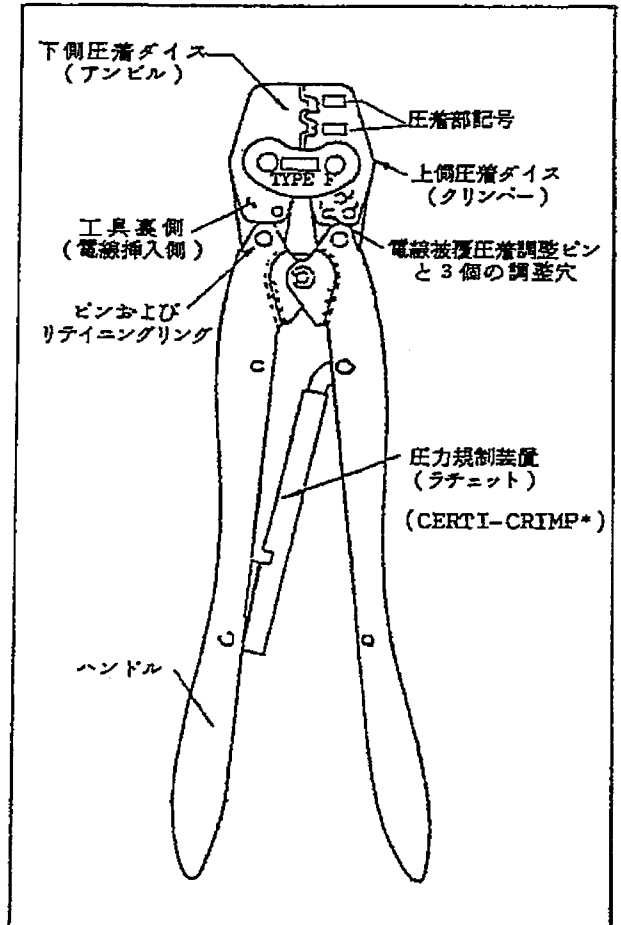

Fig. 1
- (a) この工具 (Fig.1参照) は、Fig.2に示す各種端子を熱線に圧着するのに使用されます。
- (b) 電線の被覆むきはFig.1により、正しく行って下さい。その長さが不足したり、導線自身を切ったりすると、圧着性能が不安定になりますのでご注意ください。
- (c) 工具には、Fig.1に示す様に圧着部が2箇所あり、22-20、18等の記号で示されておりますが、これは使用端子に対する圧着箇所を示しております (Fig.1参照)。圧着箇所が違えば工具が損傷したり、圧着性能が低下しますのでご注意ください。